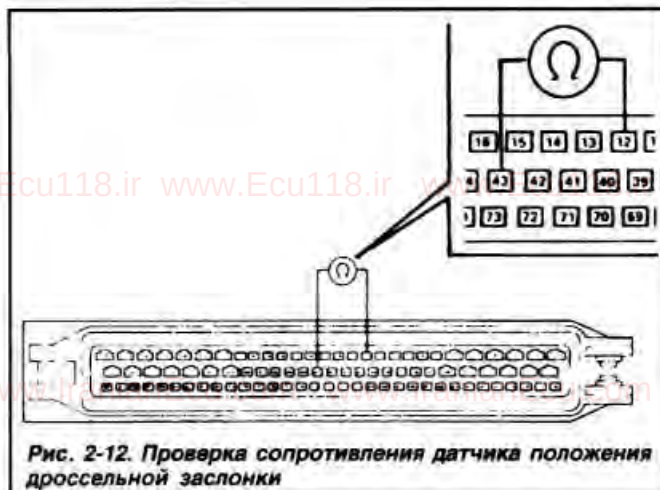

Рис. 2-12. Проверка сопротивления датчика положения дроссельной заслонки
- Присоединить омметр к выводам «12» и «43» соединительной колодки (рис. 2-12) и проверить сопротивление датчика, которое при полностью закрытой дроссельной заслонке должно находиться в пределах $1000 \pm 200 \text{ Ом}$.